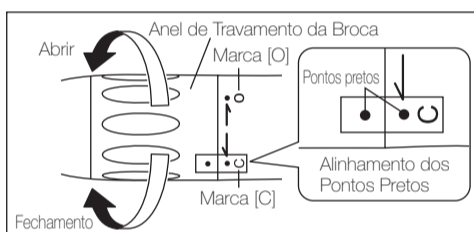

Fig. 2
- 3) Gire o Anel de Travamento da Broca na direção da marca [C] até encaixar. Certifique-se de que os pontos pretos sejam alinhados (Fig. 2).